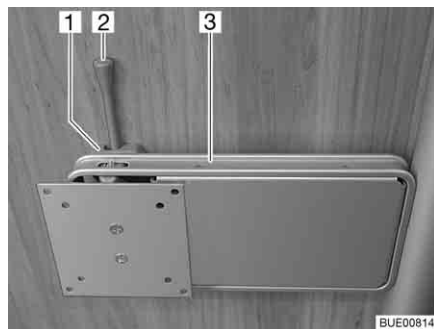

Bild 71 Fäste på pelare
- Tryck låsspaken (Bild 71,2) åt sidan och sväng fästet (Bild 71,3) med den platta bildskärmen till önskat läge.
- Vrid tillbaka den platta bildskärmen tills fästet (Bild 71,3) hakar fast i låset (Bild 71,1).